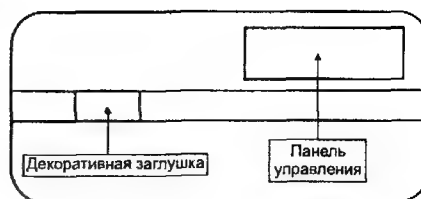

Рис. 141
- ✦ выключить копир и снять декоративную заглушку. Заглушка находится на передней крышке этих аппаратов, ближе к левому краю (рис. 141). Она установлена на довольно жестких защел-